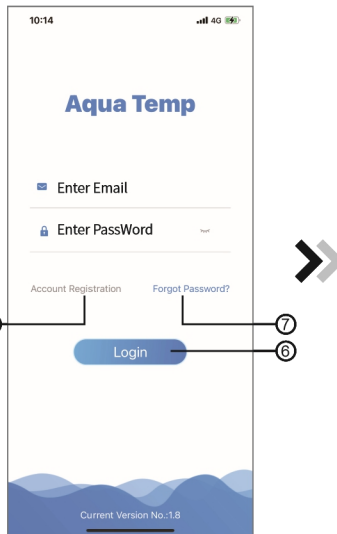
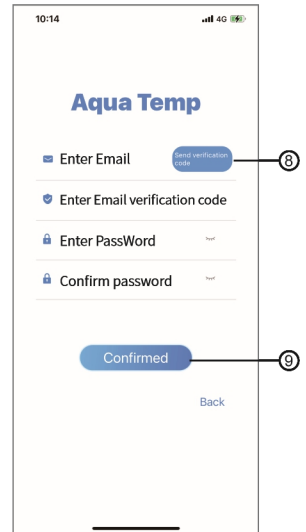

Fig.1 Login interface
Fig.3 Forgot Password interface
1. Registrierung eines Kontos: Um ein Konto zu registrieren, klicken Sie auf ① (Abb.1), um zur Schnittstelle für die Kontoregistrierung zu gelangen, geben Sie die relevanten Informationen ein und klicken Sie auf ② um den Verifizierungscode zu erhalten, und klicken Sie nach Abschluss der Anmeldung auf ③ um die Details der Datenschutzrichtlinie zu lesen, dann klicken Sie auf ④ um zuzustimmen, und klicken Sie auf ⑤ Die Registrierung ist abgeschlossen.
2. Loggen Sie sich ein: Folgen Sie den Anweisungen auf der Seite (Abb. 1), geben Sie Ihre registrierte E-Mail-Adresse und Ihr Passwort ein, klicken Sie auf ⑥ und springen Sie zur Geräteliste;
3. Passwort vergessen: Wenn Sie Ihr Passwort vergessen haben, klicken Sie auf ⑦ (Abb. 1), springen Sie zum Passwort-vergessen-Interface (Abb.3). Folgen Sie den Anweisungen auf der Seite, geben Sie die relevanten Informationen ein und klicken Sie auf ⑧ um einen Bestätigungscode von Ihrer Mailbox zu erhalten, klicken Sie ⑨ zur Bestätigung und das Zurücksetzen des Passworts ist abgeschlossen.